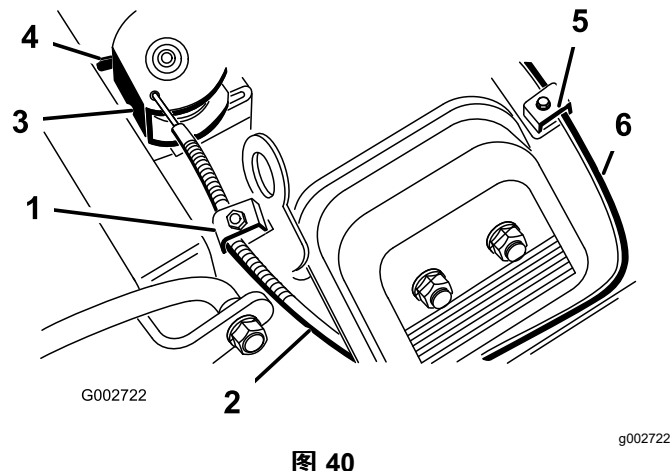

图 40
2. 松开将油门拉线固定到发动机上的夹紧螺丝图 40。
4. 拉紧油门拉线直至转盘的后部接触到限位器 图 40。
2. 松开将阻风门拉线固定到发动机上的拉线夹紧螺丝  图 40。
4. 拉紧阻风门拉线  图 40 直至蝶形阻风门完全关闭然后旋紧拉线夹紧螺丝。